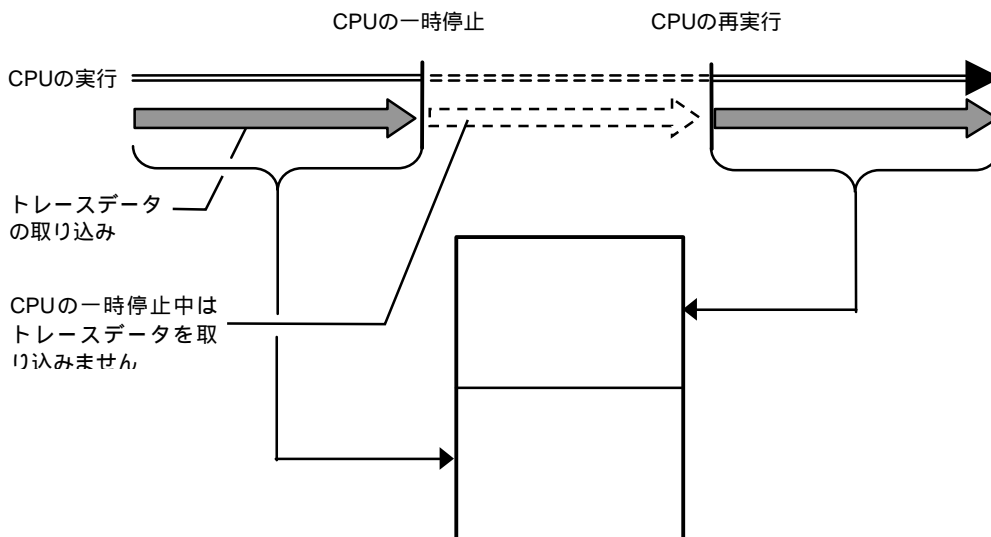

図 12 完全モード
**完全モード**は、トレースデータの取りこぼしがないようにするモードです。そのためCPU内のトレースバッファがフルになった場合に、CPUの実行を一時停止します。その後自動的に再開します(図 12)。